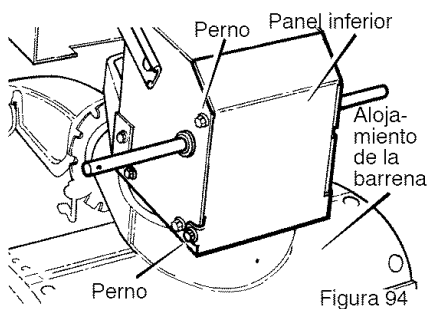

Figura 94
2. Ponga el quitanieves en posición vertical sobre la parte delantera del **alojamiento de la barrena** (Figura 94).
4. Afloje los **pernos** a cada lado del **panel inferior** (Figura 94).
6. Instale el **panel inferior** (Figura 94).
2. Ponga el quitanieves en posición vertical sobre la parte delantera del **alojamiento de la barrena**. (Figura 94).